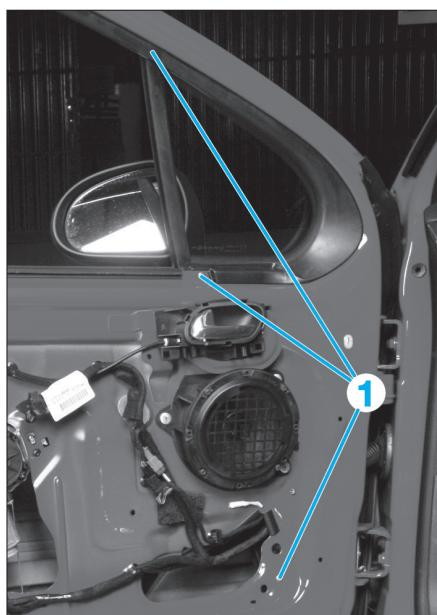

Fig. 63
- Percer les rivets (1) (Fig.63).